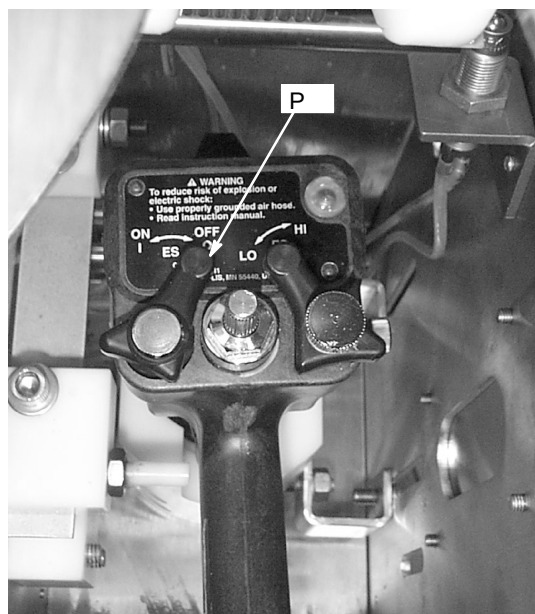

Fig. 19
- ____ 2. Si se utiliza un sistema electrostático, todos los operarios deben estar correctamente entrenados en el funcionamiento seguro de un sistema con pistola electrostática. Los operarios deben apagar siempre el sistema electrostático (P) antes de colocar la pistola en la caja de lavado de la pistola. Vea la Fig. 19.